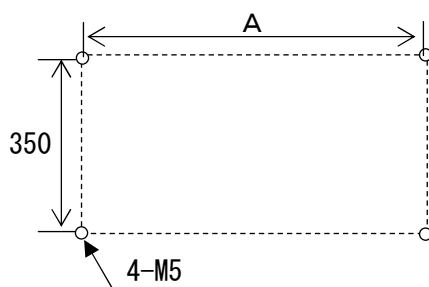

図6 取付穴寸法図
- ①取付足2本を本体裏側に取り付けます。
- ②図6及び表2に従って、壁または取付アングルに取付穴をあけ、本体を取り付けます。